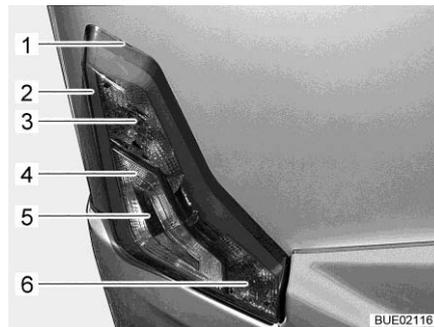

Fig. 163 Luces traseras
- Insertar una herramienta plana en la entalladura (Fig. 163,1) y desmontar la carcasa usando la herramienta con precaución como palanca.